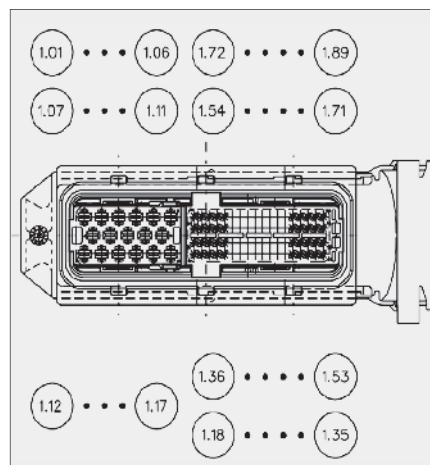

图2 电脑插接件1针脚
(2) 如果140线有电, 电脑还是不工作, 拨开给ECU主供电的2端子插头, 用万用表量取两端子电压, 如果有24V电压则为正常, 电脑插接件1(图2)上102、103、108、109应有24V电压, 如果没有24V电